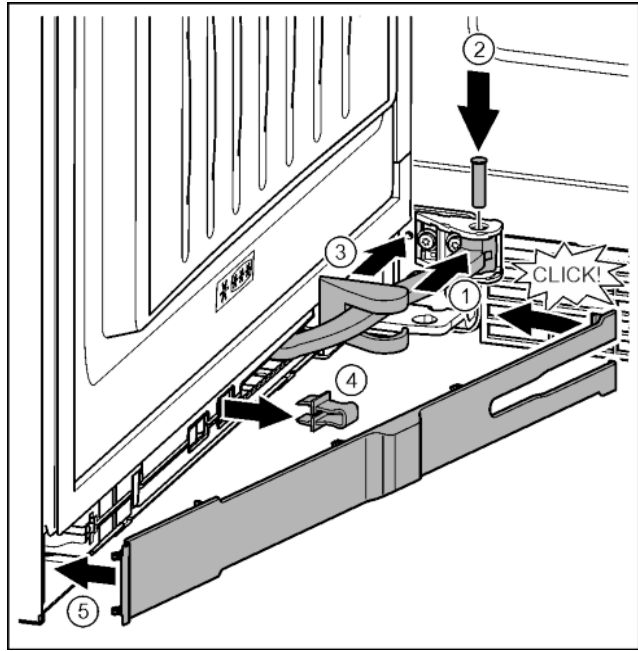

Fig. 46
- ▶ Forgassa a felfüggesztésbe a csuklót. Fig. 46 (1)
- ▶ Egy T15 csavarhúzóval helyezze a felfüggesztésbe és a csuklóba a csapszeget. Közben figyeljen közben arra, hogy a bekattanó bütyök megfelelően illeszkedjen a horonyba. Fig. 46 (2)
- ▶ A csukló mentén tolja el a csapágybak fedelét, és szerelje a felfüggesztés fölé. Fig. 46 (3)
- ▶ Vegye le a biztosítékot. Fig. 46 (4)
- ▶ Helyezze fel a fogantyú oldalán a lemezt, és fordítsa be. Fig. 46 (5)